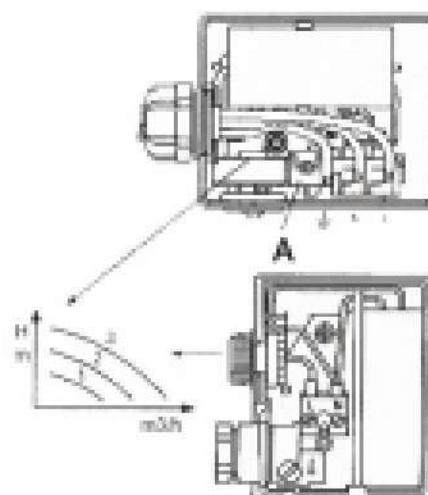

рис. 7
Для замены конденсатора, снимите зажим, закрепляющий провода конденсатора (рис. 7 (A));